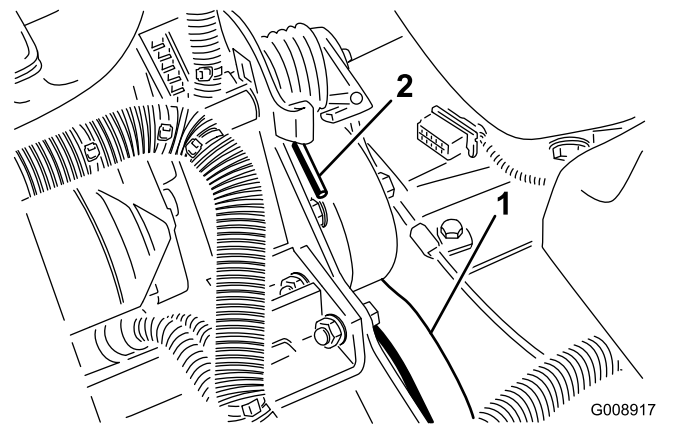

Bild 76
2. Drücken Sie das Ende der Feder (Bild 76) ab- und vorwärts, um die Feder aus dem Bügel auszuhaken und die Feder zu entspannen.